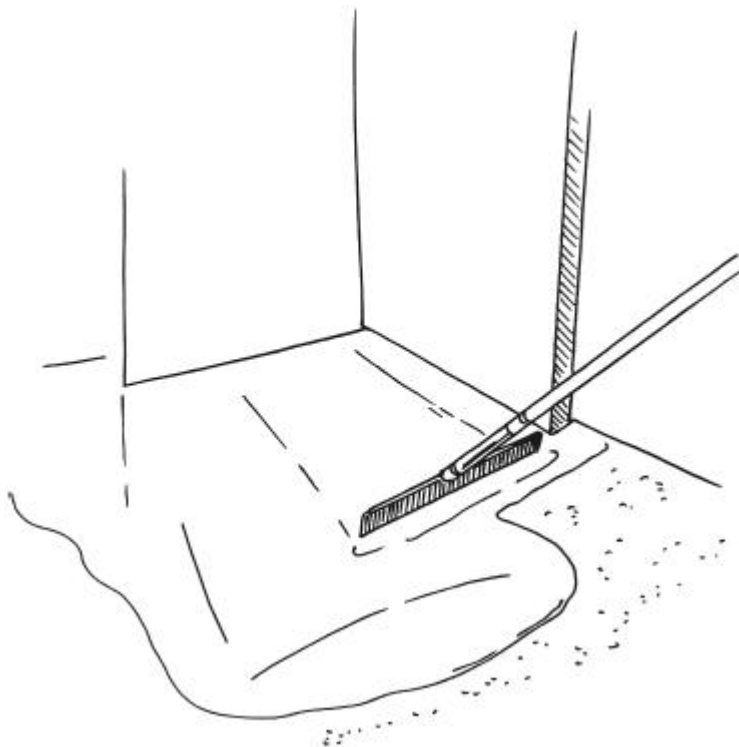

Рис. 32. Выравнивание нанесенного слоя литой гидроизоляции
3. Наносят на поверхность несколько слоев наливного гидроизоляционного состава (общая толщина 5 – 15 см), выравнивая каждый слой после нанесения широким полутерком на длинной ручке (рис. 32). Наливать следующий слой начинают после высыхания предыдущего, однако это следует уточнить в инструкции к материалу. Состав может быть нанесен, в зависимости от его типа, горячим или холодным методом. В последнее время широко распространены полимерные жидкие составы, наносимые в холодном виде. Нижний слой гидроизоляции можно дополнительно